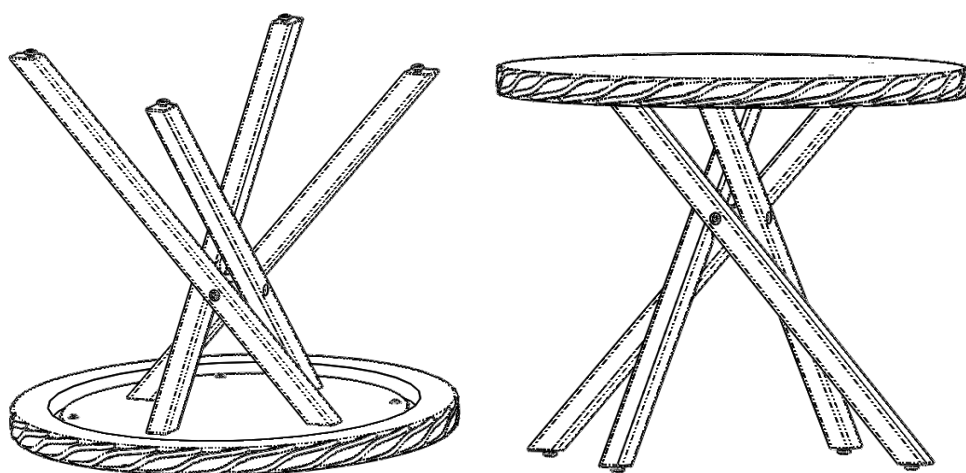

Рисунок 4.
3.5. Проставку в сборе с ногами установить обратно на столешницу (1), совместив отверстия $\varnothing 8$ мм на столешнице (1) и проставке (2). Закрепить с помощью 4-м винтов М6х40 (7) с 4-х шайб $\varnothing 6$ (8) проставку в сборе с ногами со столешницей (1).
ВНИМАНИЕ! Чрезмерное усилие при затяжке винтов М6х40 (7) может привести к вырыванию втулок из столешницы Рис.4.
3.6. Аккуратно поднять, перевернуть и поставить на ноги (3) собранный стол, выровняв горизонтальное положение столешницы (1) с помощью регулируемых ножек, вкрученных снизу в ноги стола (3). Рис.4.